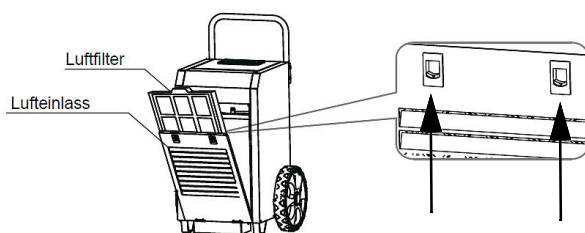

Abb. 11: Gehäuse abnehmen
Schritt 1: Schalten Sie das Gerät aus und ziehen Sie den Netzstecker. Nehmen Sie danach die Gehäuseabdeckung ab (Abb.11) indem Sie die Verriegelung (Pfeile) nach unten drücken.